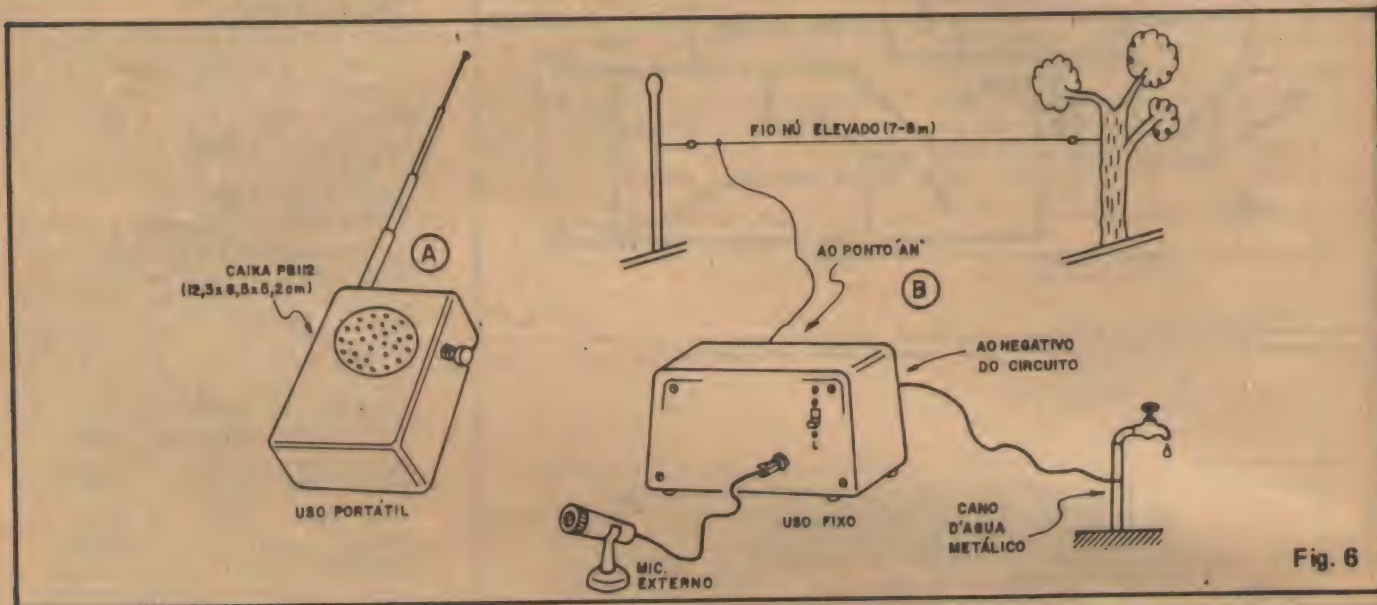

Fig. 6
- Se a instalação da MERAM for do tipo fixa (fig. 6-B), os ajustes iniciais devem ser feitos da mesma maneira, porém ficando mais fácil com o uso de um receptor portátil de boa sensibilidade.